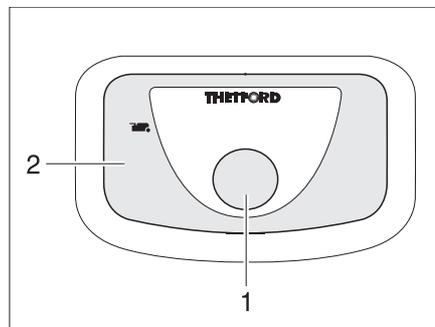

Bild 268 Spülknopf/Kontroll-Leuchte Thetford-Toilette
- Zum Spülen den blauen Spülknopf (Bild 268,1) drücken.
Die Kontroll-Leuchte (Bild 268,2) leuchtet, wenn die Thetford-Kassette entleert werden muss.
- Den Schieberhebel (Bild 268,1) im Uhrzeigersinn schieben. Der Schieber wird geschlossen. Zum Entleeren **muss** in der Thetford-Toilette der Schieber geschlossen sein.